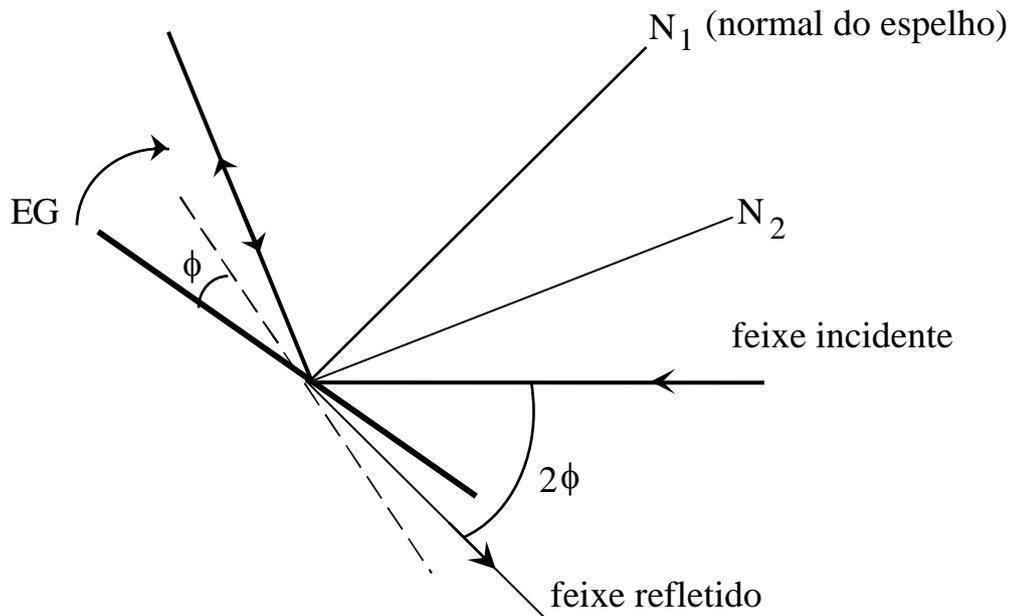

Figura 2: Reflexões no espelho giratório EG, após girar um ângulo  $\phi$ , o feixe refletido que volta de  $E_2$  sai com ângulo  $2\phi$
- Antes de ligar o espelho giratório EG, retire a chave utilizada para o alinhamento. Após ligar o motor do espelho EG, teremos pulsos de luz que percorrem, uma distância  $d = 15\text{m}$  e voltam sobre o próprio caminho ao mesmo espelho. Mas, no entanto o espelho já virou um ângulo  $\phi$ , veja a figura 2, dado pela rotação do motor ao qual está preso o espelho EG, o tempo de vôo do pulso fica em  $\cong 10^{-7}\text{s}$ , cujo valor exato depende da frequência com que o espelho gira. A frequência de rotação é regulada através de um varivolt. O pulso de luz que volta refletido do espelho giratório EG será refletido por um ângulo  $2\phi$  com relação ao feixe inicial. Certamente é difícil medir  $\phi$ , mas é fácil medir  $\Delta s$ , a separação entre duas imagens tomadas com diferentes frequências do espelho giratório. Para uma frequência  $\nu$  do motor, o tempo de vôo  $t$  será dado por